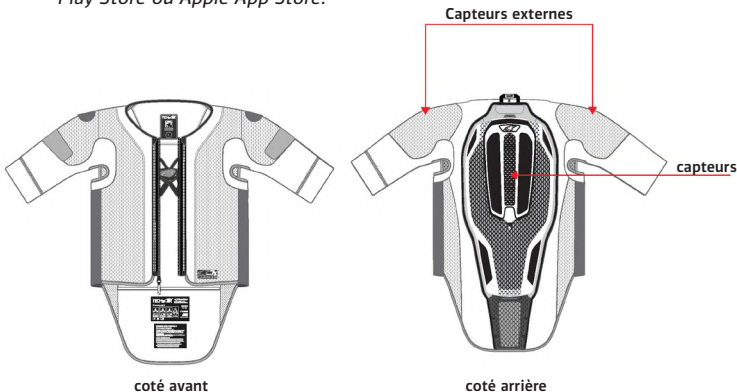

Figure 1 : Emplacement du capteur
Le système se compose d'une unité de contrôle d'airbag (6) avec des capteurs intégrés dans la protection dorsale (5) et deux capteurs externes placés sur les épaules, comme illustré sur la figure 1.